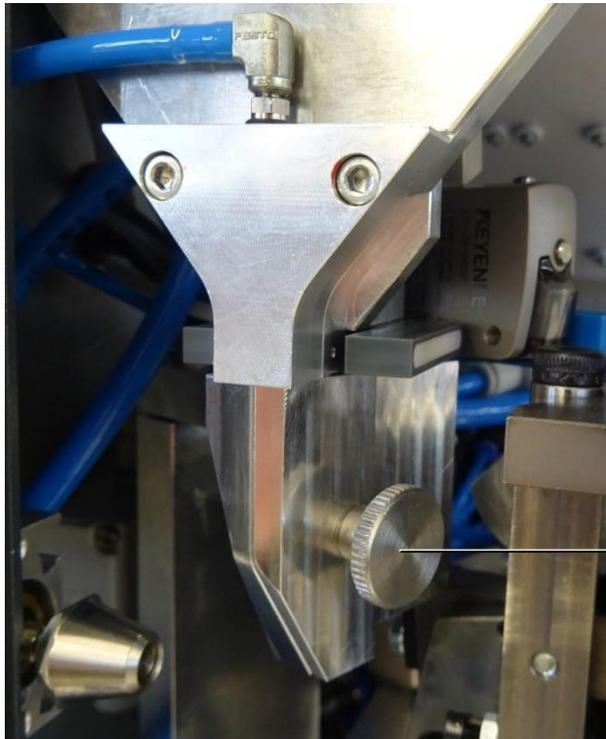

Abb. 17: Fallrohr
- Entfernen Sie den Deckel des Fallrohres. Lösen Sie dazu die Rändelschraube (Abb. 17, Pos. 1).